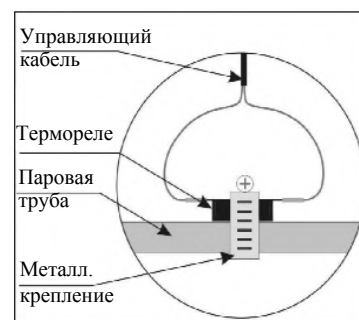

Рисунок 5
1. Зафиксируйте температурное реле на паровой трубе (это должна быть медная труба) с помощью прилагаемых металлических стяжек, а затем подключите его к насосу для ароматического масла с помощью прилагаемого кабеля. См. Рис.7 и Рис.5.